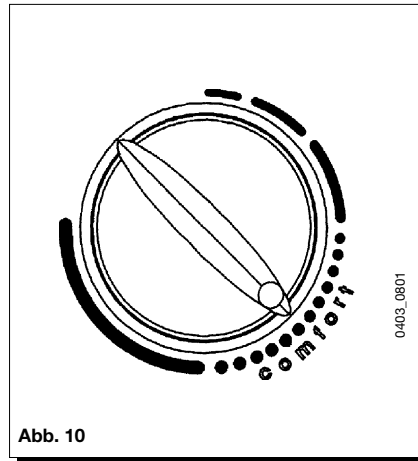

Abb. 10
- \* das Speiseklemmenbrett (Abb. 10), wie im vorhergehenden Kapitel beschrieben, erreichen;
- \* die Brücke auf den Klemmen (1) und (2) entfernen;